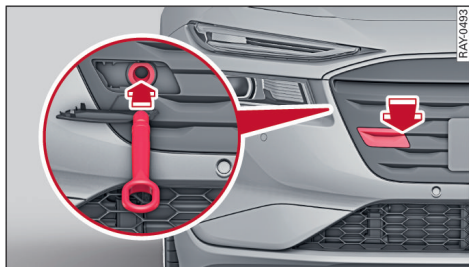

图 137 前保险杠：旋入拖车环
- ▶ 短促有力地向内按封盖 ⇨ 图 137。封盖从保险杠上自行脱开。